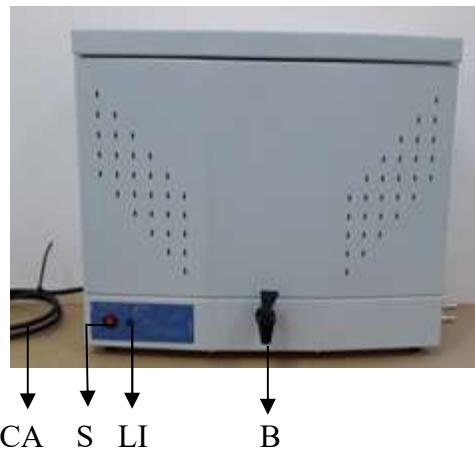

fig.1
1.4. INSTALACIÓN (fig. 1, 3 y 4)
1.5. PUESTA EN MARCHA (fig. 1 y 3)
1.6. MANTENIMIENTO (fig. 1, 3 y 4)